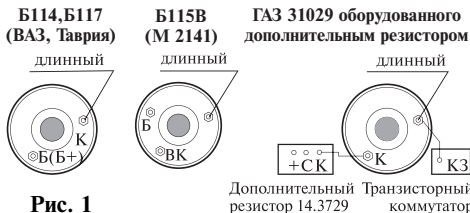

Рис. 1
- с прерывателем (для контактной системы зажигания) Рис. 1.
- коммутатором (для бесконтактной системы зажигания) Рис. 1.